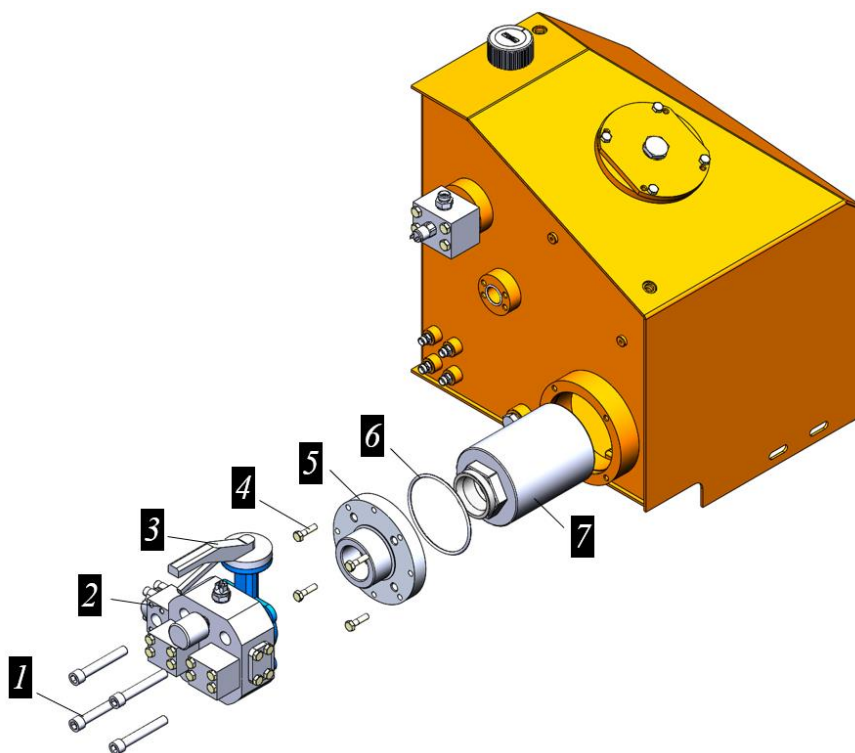

Рисунок 3.104. Процедура замены фильтра в линии всасывания
- ▶ Отвернуть 4 крепежных винта 1 распределительной плиты 2, рис. 3.104.
- ▶ Отвести в сторону распределительную плиту 2 с дисковым затвором 3, обеспечив доступ к фланцу 5 рис. 3.104.
- ▶ Демонтировать фланец 5 вместе с фильтром 7, рис. 3.104.
- ▶ Установить новый фильтрующий элемент 7 с фланцем 5 в бак рис. 3.104.